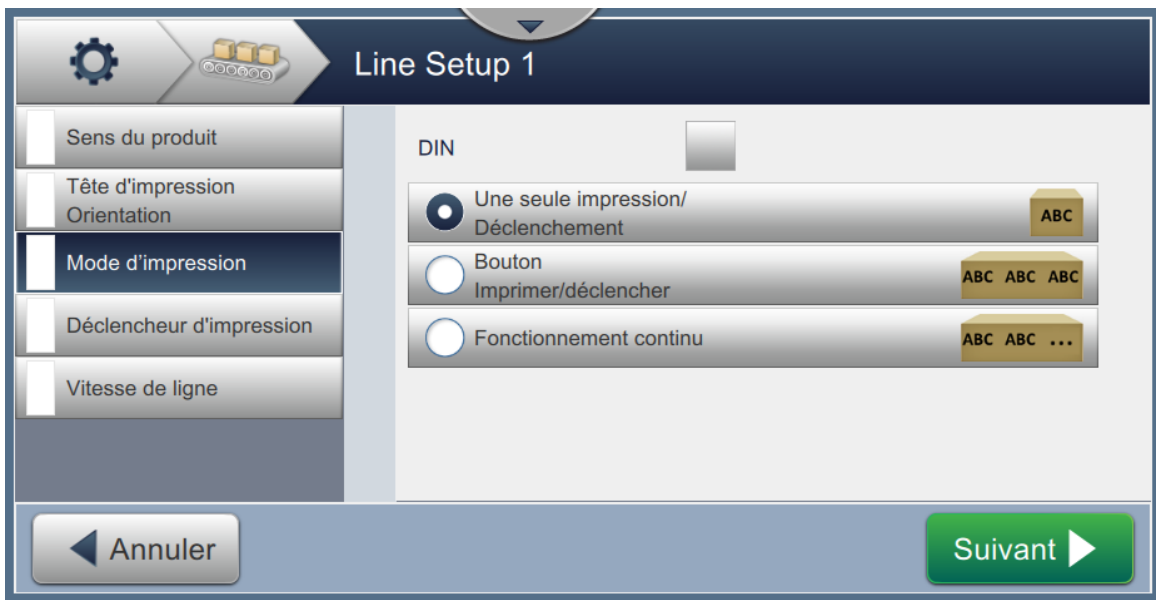

Figure 6-29 : Configuration de ligne - Mode d'impression
1. Appuyez sur l'option *Mode d'impression* dans l'écran Paramètres de configuration de ligne comme illustré dans Figure 6-29.
1. Sélectionnez l'option *Multiple* comme illustré dans la Figure 6-29. Appuyez sur le bouton .
1. Sélectionnez l'option *Fonctionnement continu* comme illustré dans la Figure 6-29. Appuyez sur le bouton  .